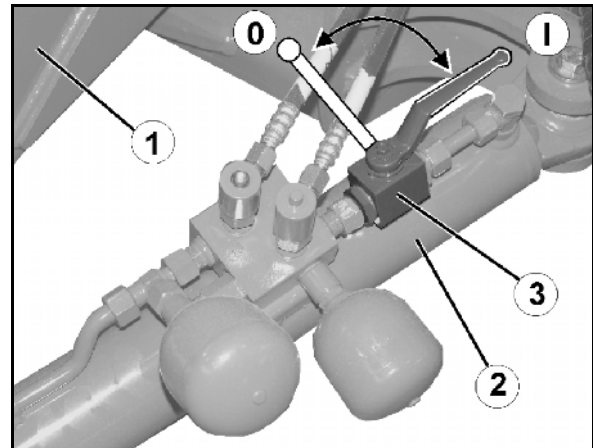

Fig. 90
4. Fastgør styrestangen (Fig. 90/1) ved at lukke kuglehanen (Fig. 90/3) i position 0.